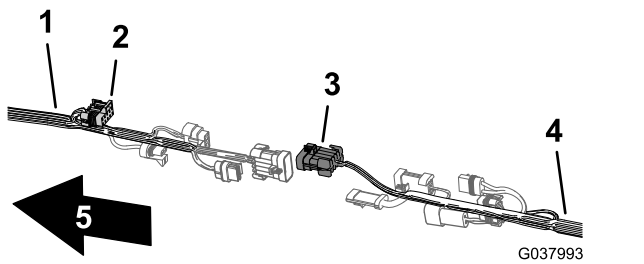

図 106
2. 前方ハーネスのスプレー用ハーネスインターコネクタの10ソケットコネクタを、後方ハーネスのスプレー用ハーネスインターコネクタの10ピンコネクタに接続する 図 106。